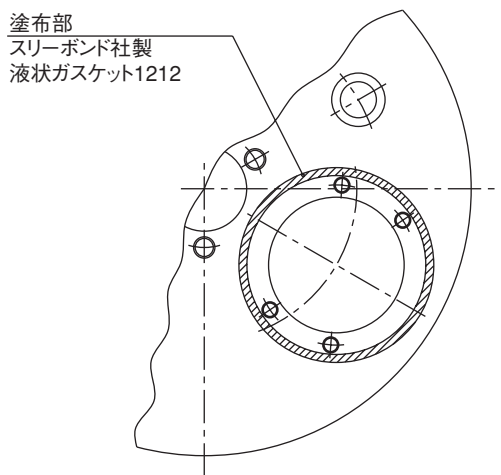

図 9
- ⑧ボデーと球面ブッシュ嵌合部の古い液状ガスケットを取り除き、水分・汚れ等を拭き取った後、スリーボンド社製液状ガスケット 1212 を塗布します。（図 9 参照）